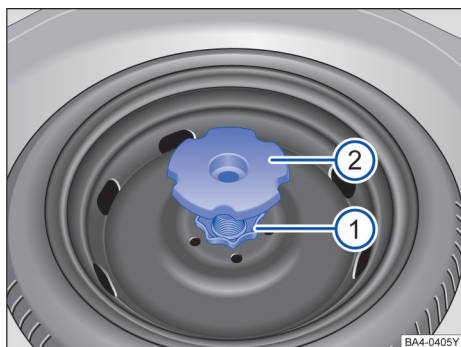

图 201 行李厢内：备用车轮（类型 A）固定手轮
- 拔出行李厢地板支撑盖 → 图 201②。
- 逆时针拧下备用车轮中间的固定手轮 → 图 201①，拆下备用车轮。
- 将手轮装到螺柱上，顺时针拧手轮 ①，直至将车轮固定。
- 将行李厢地板支撑盖盖上→图 201②。